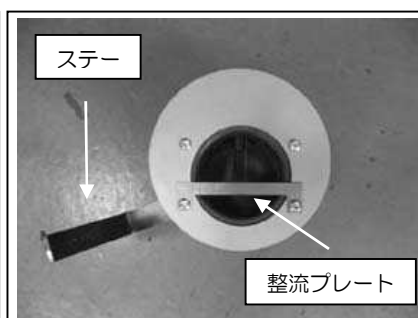

図 5
- ②エアフロアダプター、アダプター、整流プレート、ステー、カラーを図 5、6 を参考に組み立てます。ステー取り付け部にはボタンボルト M6×50 を使用します。それ以外の部分にはボタンボルト M6×20 を使用します。